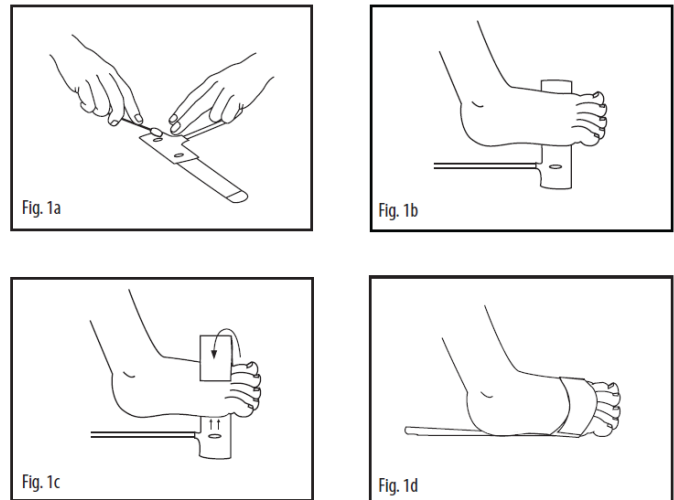

Fig. 23 Applicazione del sensore LNCS per prematuri e neonati
- 2 Fare riferimento alle Fig. 1a nella Fig. 23: Per pelli tenere, la viscosità dell'adesivo medico può essere ridotta o rimossa strofinandolo con un tampone di cotone o una garza.
- 3 Fare riferimento alle Fig. 1b nella Fig. 23: Posare il cavo del sensore in modo che sia rivolto verso il paziente o che scorra lungo la parte inferiore del piede. Fissare il ricevitore alla zona carnosa del lato laterale della pianta del piede e allinearli alla quarta punta. In alternativa, il ricevitore può anche essere collegato alla parte superiore del piede (non mostrato). Per ottenere dati corretti, la finestra del ricevitore deve essere completamente coperta.
- 4 Fare riferimento alle Fig. 1c nella Fig. 23: Avvolgere la striscia di montaggio autoadesiva in schiuma attorno al piede. Assicurarsi che la finestra del trasmettitore (stella rossa) si trovi direttamente sopra il ricevitore. Quando si monta la striscia di schiuma autoadesiva per il montaggio del sensore, assicurarsi che il ricevitore rimanga allineato correttamente.
- 5 Fare riferimento alle Fig. 1d nella Fig. 23: Controllare il corretto posizionamento e se necessario.